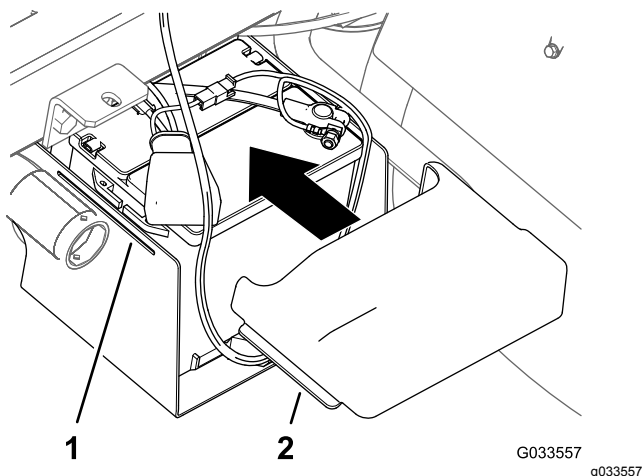

Figura 33
10. Schiacciate i lati del coperchio della batteria, allineate le linguette del coperchio con le fessure nella base della batteria e rilasciate il coperchio della batteria stessa (Figura 33).